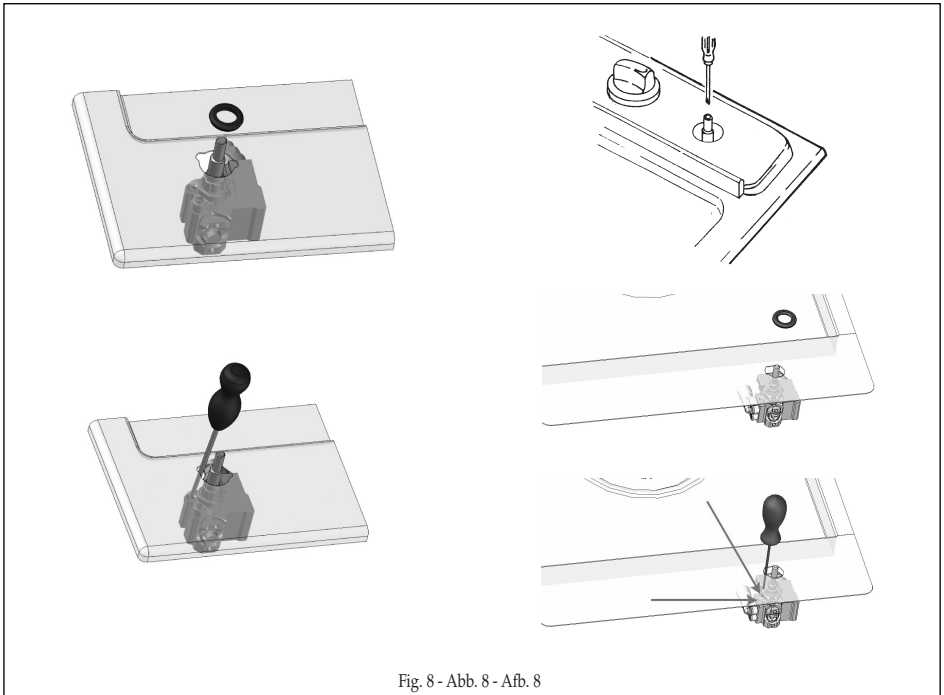

Fig. 8 - Abb. 8 - Afb. 8
- per la regolazione del minimo agire con opportuno cacciavite sulla vite posta sul rubinetto (Fig. 8) dopo averlo ruotato in posizione di minimo. Per GPL (butano/propano) avvitarlo a fondo.
- *to adjust to the minimum, use a screwdriver on the screw placed on the tap (Fig. 8) after turning the tap to its minimum position. For LPG (butane/propane) screw tight.*
- pour le réglage au minimum, tournez à l'aide d'un tournevis approprié la vis dans l'axe du robinet (Fig. 8) après avoir placé le robinet sur la position du minimum. Pour GPL (butane/propane) serrez à fond.
- bei der Einstellung des Mindestwertes, den Hahnhebel auf das Minimum drehen und die Einstellschraube am Hahn mit entsprechendem Schraubenzieher drehen (s. Abb. 8). Bei Betrieb mit Flüssiggas (Butan-/Propangas) Einstellschraube fest anziehen.
- para la regulación del mínimo, usar un destornillador apropiado en el tornillo puesto sobre la llave (Fig. 8) después de averlo girado en la posición de mínimo. Para GPL (Butano/propano) atornillar a fondo.
- teneinde het minimum in te stellen draait men met een schroevendraaier de schroef aan de kraan (z. afb. 8), nadat deze op het minimum gedraaid werd. Bij toestellen die op vloeibaar gas (butaan/propan) werken moet men de stelschroef vast aandraaien.
- para a regulação do mínimo agir com uma oportuna chave de parafuso colocado na torneira (Fig. 8) depois de o ter rodado à posição mínimo. Para GPL (butano/propano) ataraxar a fundo.